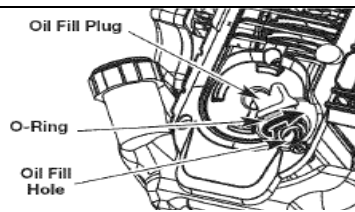

Рис. 7
4. Залейте весь объем масла в соответствующее отверстие (Рис. 7).